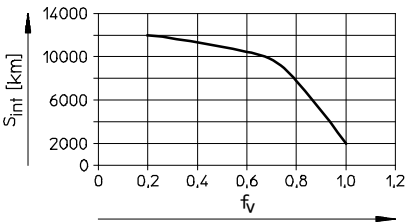

Fig. 12
- 如出现下述情况，请将润滑间隔时间  $S_{int}$  (→ Fig. 12) 减半：
- 请您借助综合负载公式计算负载负载比系数  $f_v$  (→ 12 技术参数)，并确定润滑时间间隔  $S_{int}$  (→ Fig. 12)。
- 请您借助综合负载公式计算负载负载比系数  $f_v$  (→ 章节 12 “技术参数”)，并确定润滑时间间隔  $S_{int}$  (→ Fig. 12)。